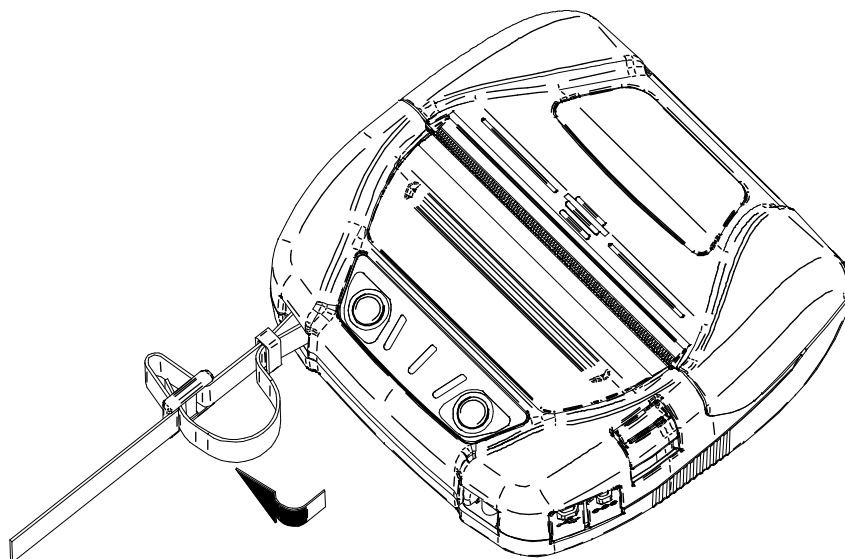

Figura 14-6 Instalação da alça de ombro (3)
- (3) Como mostrado na Figura 14-6, passar a ponta da alça de ombro através do orifício do ajustado no lado mais afastado da impressora.